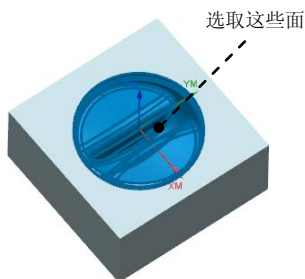

图 17.16 选取切削区域
Step2. 在图像区域选取图 17.16 所示的面 (共 36 个面), 单击 **确定** 按钮, 系统返回到“轮廓区域”对话框。